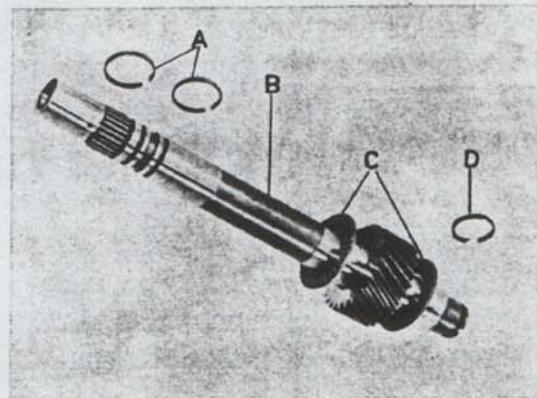

Bild 68. Bakre solhjul och axel.
15. Sätt främre axialnållagret på bakre solhjulets axel. Montera axeln i bakre kopplingen. Sätt på oljeringarna, bild 68.